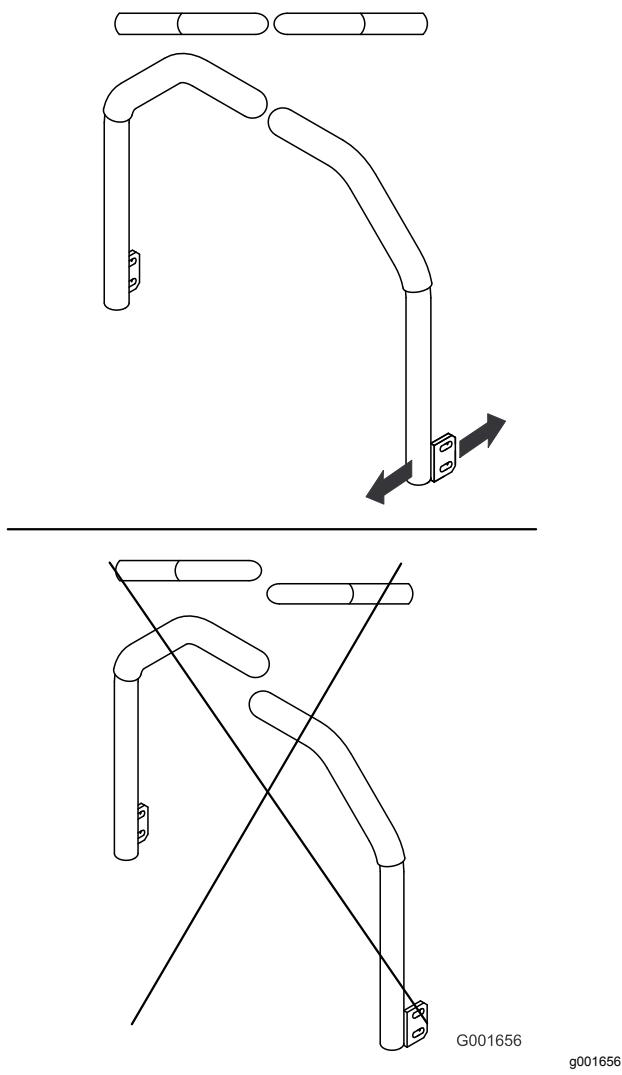

Figure 78
5. Réglez les leviers de commande de sorte à les aligner et serrez les boulons de fixation des leviers aux montants (Figure 78).